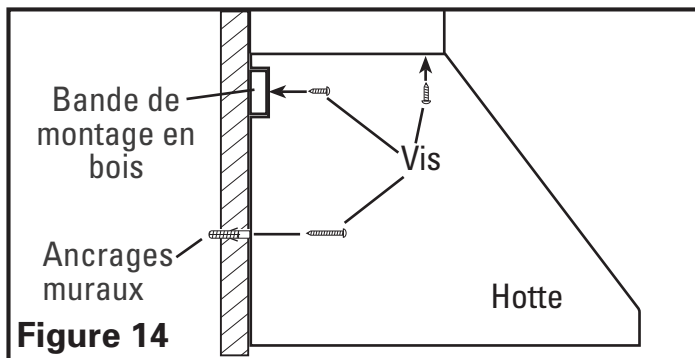

Figure 14
5. Faire reposer la cavité sur le côté arrière de la hotte sur la bande de bois et fixer à la bande de bois avec les vis de 1,9 cm comprises au travers des trous dans l'arrière de la hotte qui s'alignent avec la bande de bois (utiliser les 6 vis pour les largeurs de 76,2 et de 91,4 cm et 8 vis pour les largeurs supérieures). Fixer le bas de la hotte en installant les vis fournies avec les ancrages muraux (**Figure 14**).
6. De l'intérieur du couvert de la hotte, fixez la hotte sur le dessous de l'armoire en utilisant quatre vis à bois (non-comprises) dans les trous en poire de la hotte (**Figure 14**).